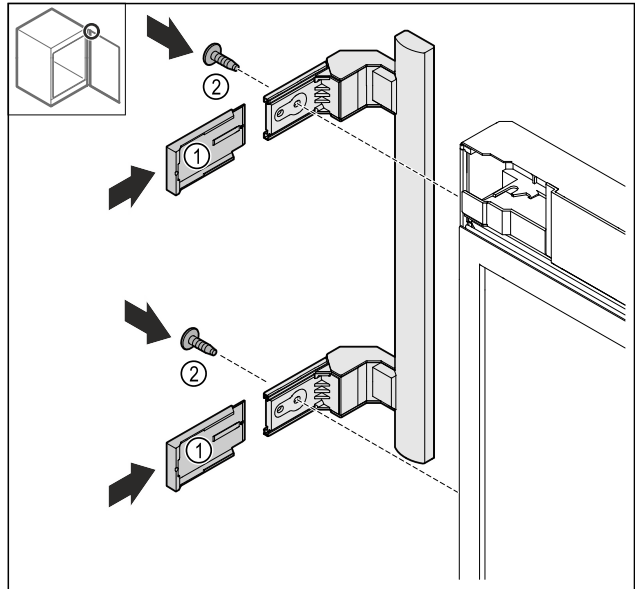

Fig. 25
- ▶ Afdekkingen Fig. 25 (1) terugplaatsen.